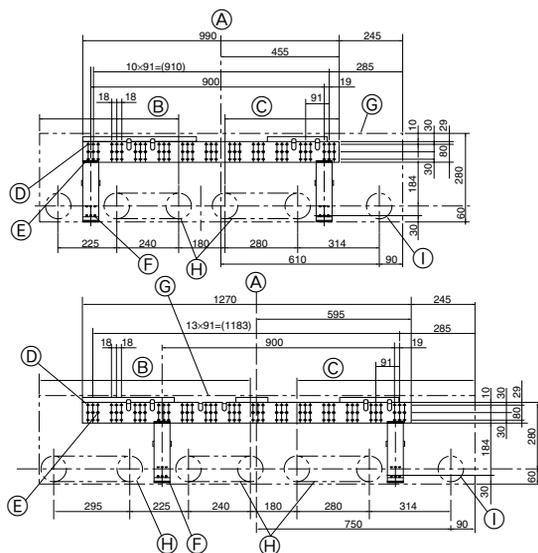

Fig. 3-2
①	Väggkonsoll	1	Monteras på baksidan av enheten
②	Tappskruv 4 × 35	12	Placerade inuti enheten
③	Isoleringsmaterial	2
④	Band	4 (stora) + 3 (små)
⑤	Filttejp	3
⑥	Dräneringsmuff	1
⑦	Trådlös fjärrkontroll	1
⑧	Hållare för fjärrkontroll	1
⑨	Alkaliska batterier	2
⑩	Flänsmutter	RP100 RP60, 71 P60-100
3.2. Installering av väggfästet (Fig. 3-2)